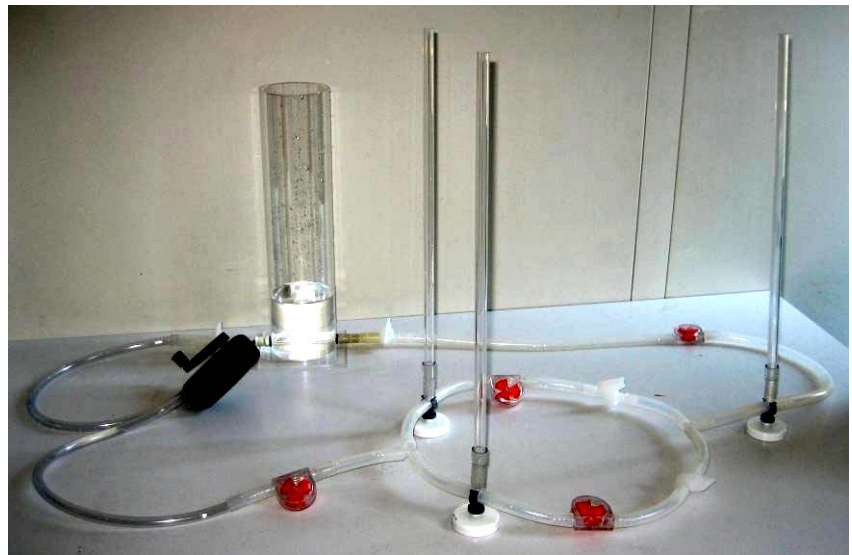

Abb. 13: Der verzweigte Wasserstromkreis
**Versuchsaufbau:** Abbildung 13 , zunächst ohne Steigrohre
Bauen wir an verschiedenen Stellen „Steigrohre“ ein (Abb. 13), so können wir die Druckverhältnisse im verzweigten Stromkreis „sichtbar“ machen.